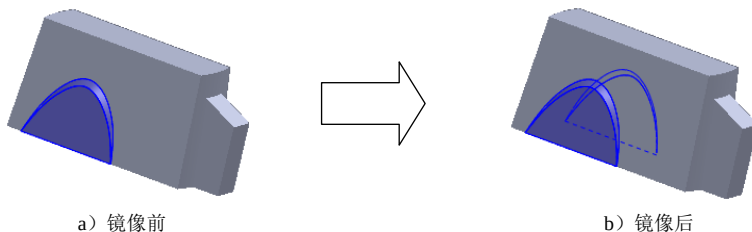

图 5.11.25 镜像 1
Step16. 创建图 5.11.25 所示的零件特征——镜像 1。选择下拉菜单 **插入(I)** → **阵列/镜像(E)** →  镜向(M)... 命令; 选取上视基准面作为镜像基准面; 在图形区中选取